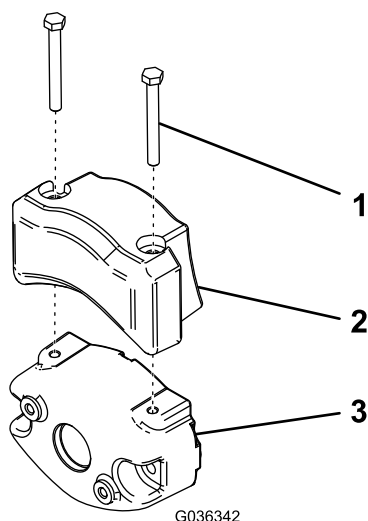

Figura 9
4. Sujete el contrapeso eléctrico al contrapeso existente con 2 tornillos, según se muestra en Figura 9.